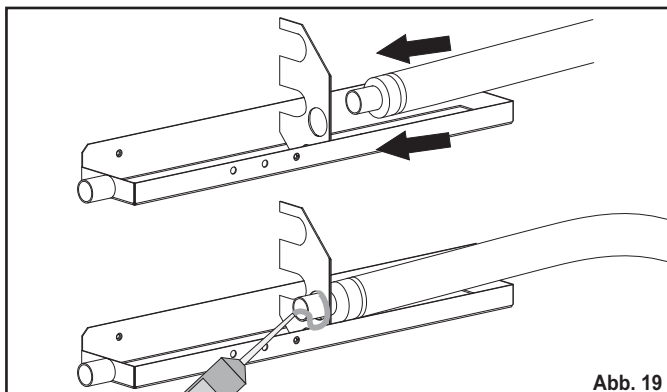

Abb. 19
9) Das Kondensatabflussrohr mit Silikon befestigen (Abb. 19).